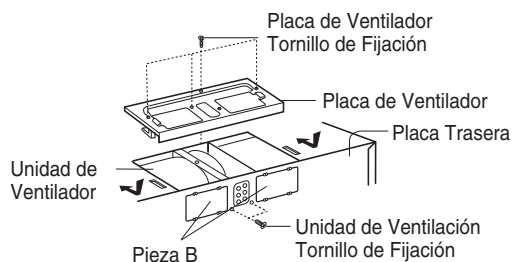

Ilustración 25
6. Fijar nuevamente la placa del ventilador al horno microondas. Consultar Ilustración 25.
Fijar con un tornillo de montaje de la unidad del ventilador y a continuación uno o varios tornillos de placa de sujeción del ventilador. Consultar Ilustración 25.